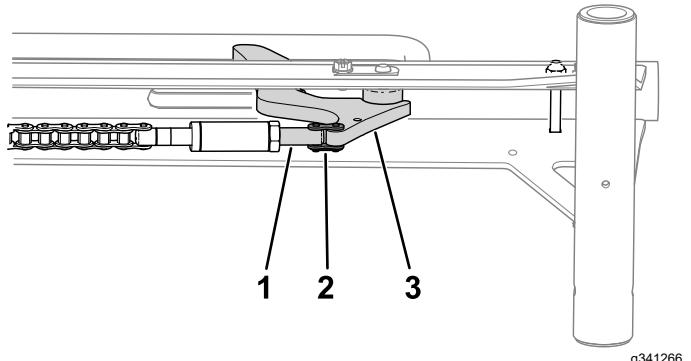

**Figure 3**
3. Utilisez un maillon de la chaîne pour installer la chaîne sur le tendeur de la chaîne (Figure 3).
4. Installez l'arbre hexagonal sur le tendeur de la chaîne (Figure 3).
5. Fixez le tendeur de la chaîne sur l'arbre hexagonal avec un écrou de blocage (Figure 3).